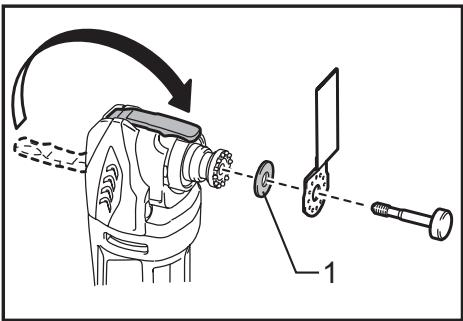

Fig.10
- Рис.10: 1. Держатель насадок для отвертки